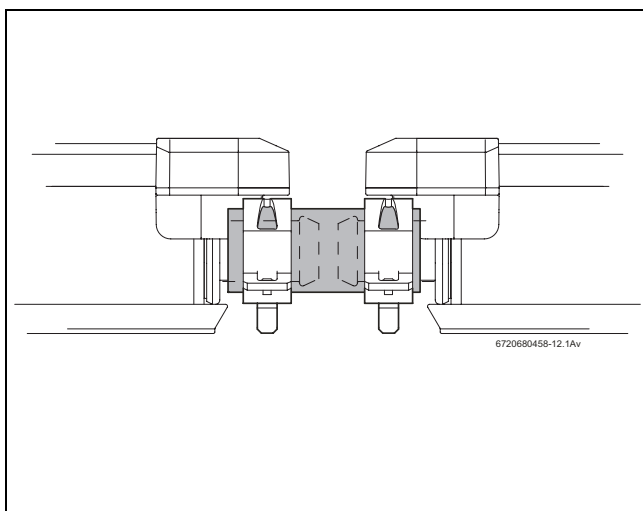

Fig. 64 Flexible solaire avec bride du compensateur fixé
- Fixer les tuyaux solaires et bouchons borgnes sur le raccord de capteur à l'aide d'une bride du compensateur (→ fig. 64).